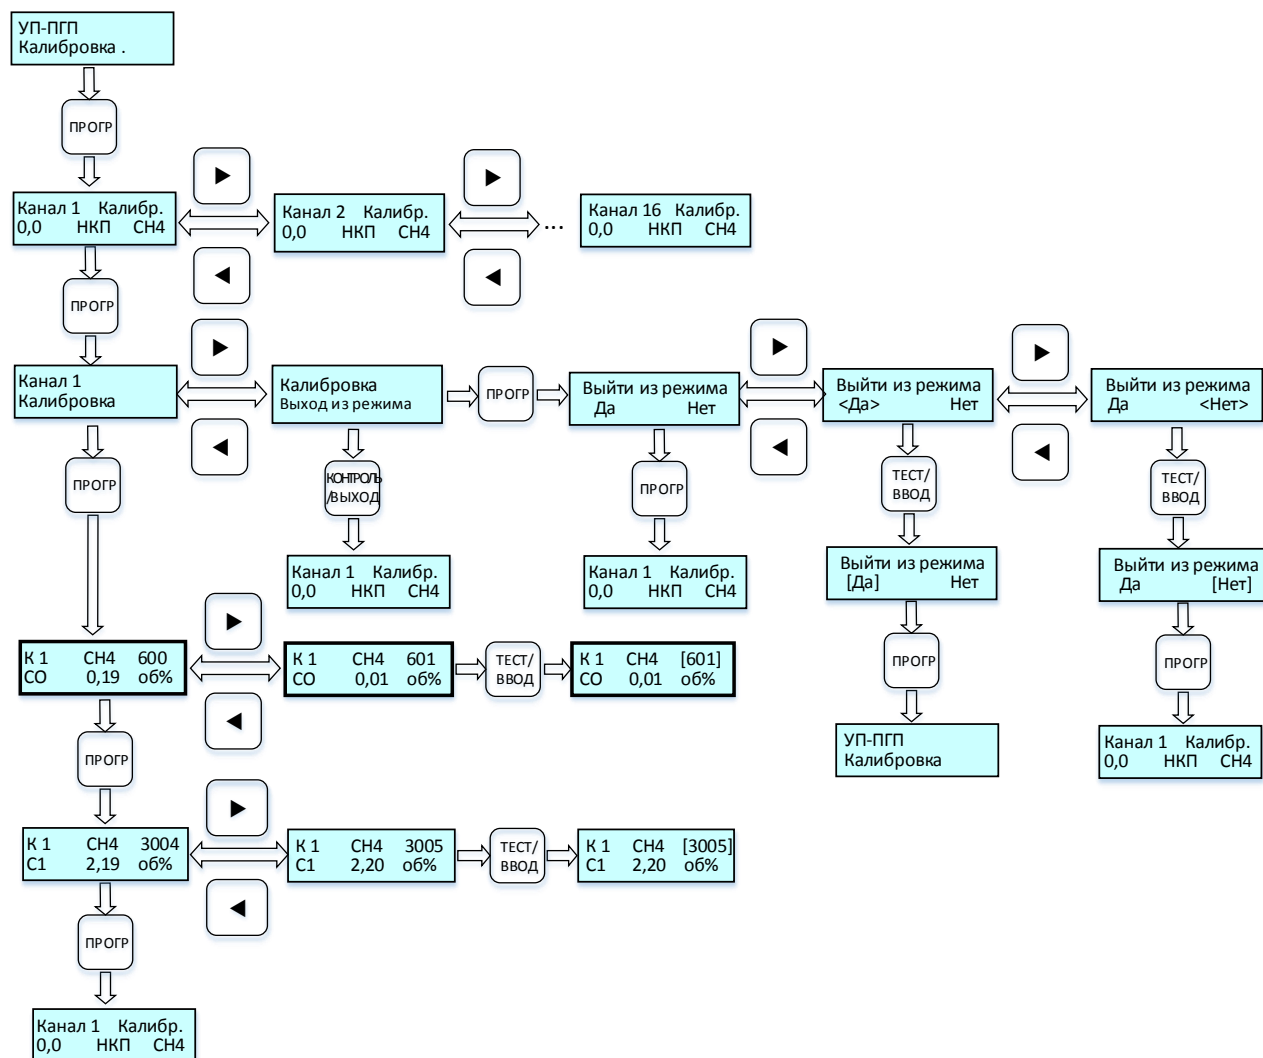

Рисунок 21 – Циклограмма выводимых сообщений на дисплей меню «УП-ПГП Калибровка».
2.6.7.5 Пункт меню «УП-ПГП Калибровка» используется для калибровки каналов УП на предприятии-изготовителе и должен производиться специалистами организаций, аккредитованных на право проведения калибровочных работ (рис. 21).